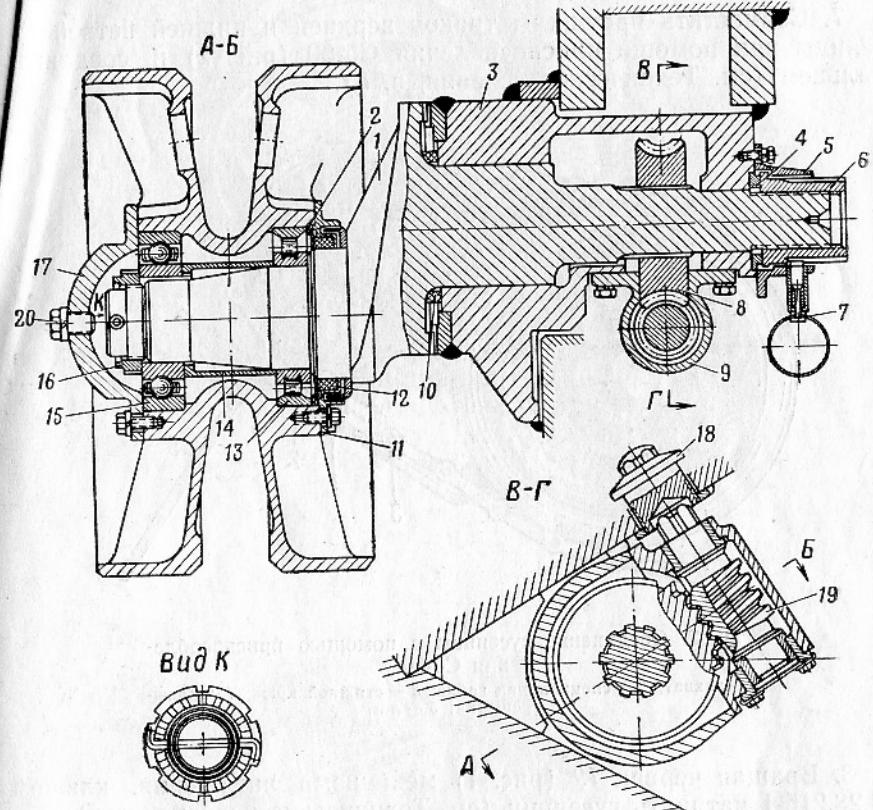

Рис. 1. Направляющее колесо и механизм натяжения гусеницы:
3. Расстопорить гайку 6 (рис. 1), надеть на нее ключ-трецотку и, вращая гайку, вывести зубья кривошипа 1 из зацепления с зубьями кронштейна 3.
8. Вращая червяк 19 (рис. 1) механизма натяжения, ключом 34.28.215-1 натянуть гусеницу (см. Технические условия, п. б).
10. Застопорить гайку 6 (рис. 1) стопором 7. Снять ключ с червяка 19 и ввернуть броневую заглушку 18 в отверстие верхнего лобового листа корпуса.
4. Вывернуть болты крепления броневого колпака 17 (рис. 1) к ступице направляющего колеса. Снять броневой колпак.
7. Вывернуть болты крепления крышки 11 (рис. 1) лабиринта. Снять крышку лабиринта, сальник 12 и металлическое кольцо 2.
1. Надеть на ось направляющего колеса крышку 11 (рис. 1) лабиринта, сальник 12 и металлическое кольцо 2.
5. Навернуть гайку 16 (рис. 1) и зашплинтовать ее шплинтом (см. Технические условия, п. б).
2. Вывернуть болты крепления корпуса 5 (рис. 1) стопора гайки кривошипа и снять корпус.
1. Надеть резиновое кольцо 10 (рис. 1) на ось кривошипа. Вложить в кронштейн червячное колесо 8.